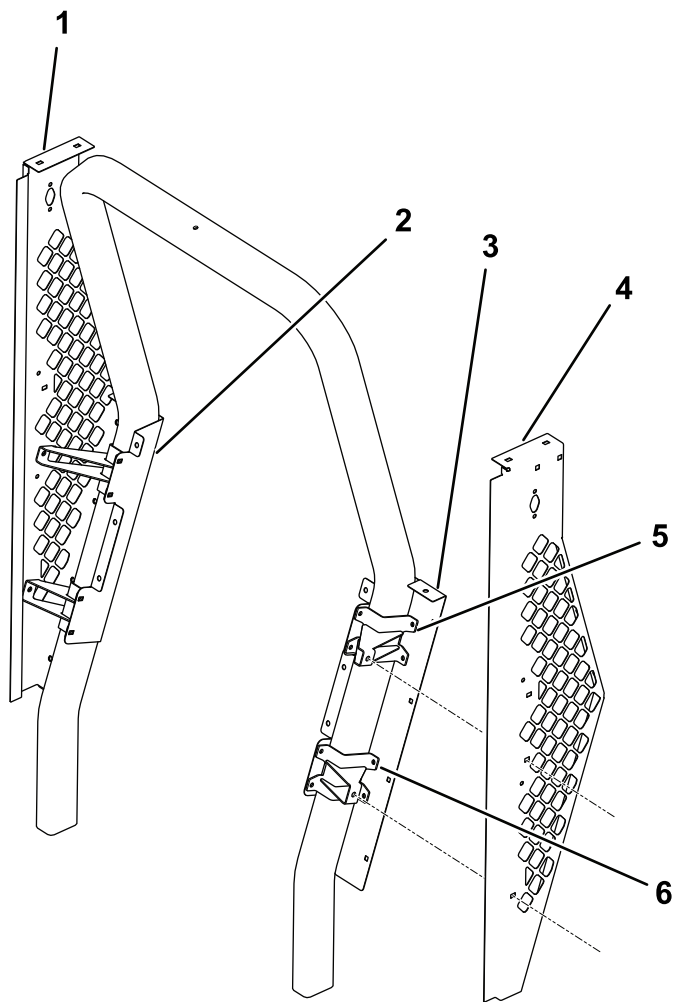

Рисунок 1
1. Используйте винты с полукруглыми головками (5/16 x 3/4 дюйма) и фланцевые гайки (5/16 дюйма), чтобы установить левую и правую боковые панели (Рисунок 1).
гайки (5/16 дюйма), чтобы установить 2 верхние опоры и 2 нижние опоры вдоль левой и правой задних панелей (Рисунок 1).